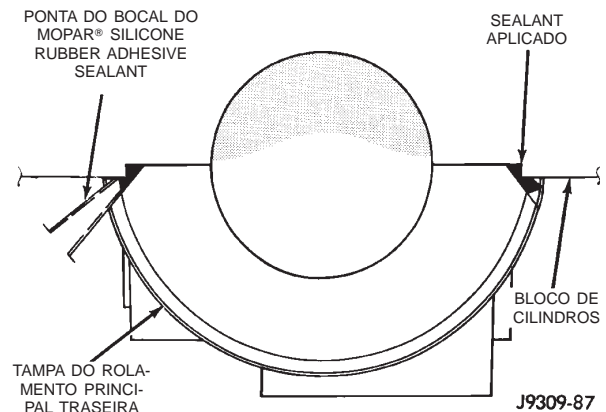

Fig. 54 Aplicação de Selante na Tampa de Rolamento à Gaxeta do Bloco
(7) Para alinhar a tampa de rolamento, use os parafusos da fenda da tampa, cavilha de alinhamento e tampa. NÃO remova o excesso de material após a montagem. NÃO bata a tampa traseira mais de 2 vezes para o encaixe adequado.
(8) Limpe e lubrifique todos os parafusos da tampa. Instale todas as tampas de rolamento principal. Instale todos os parafusos da tampa e, alternadamente, aperte-os com um torque de 115 N·m (85 pés-lb.).
(9) Instale a bomba de óleo.
(10) Instale a tampa da corrente de distribuição.
(11) Instale o abafador de vibração.
(12) Aplique Mopar® Silicone Rubber Adhesive Sealant, ou equivalente, na tampa de rolamento para bloquear a gaxeta para fornecer a vedação da tampa ao bloco e cárter de óleo. (Fig. 54). Aplique selante o suficiente até derramar um pouco. Remova o bocal e limpe o excesso de selante do entalhe de vedação do cárter de óleo.
(13) Instale uma nova vedação de óleo do eixo de manivelas dianteiro.
(14) Instale imediatamente o cárter de óleo.